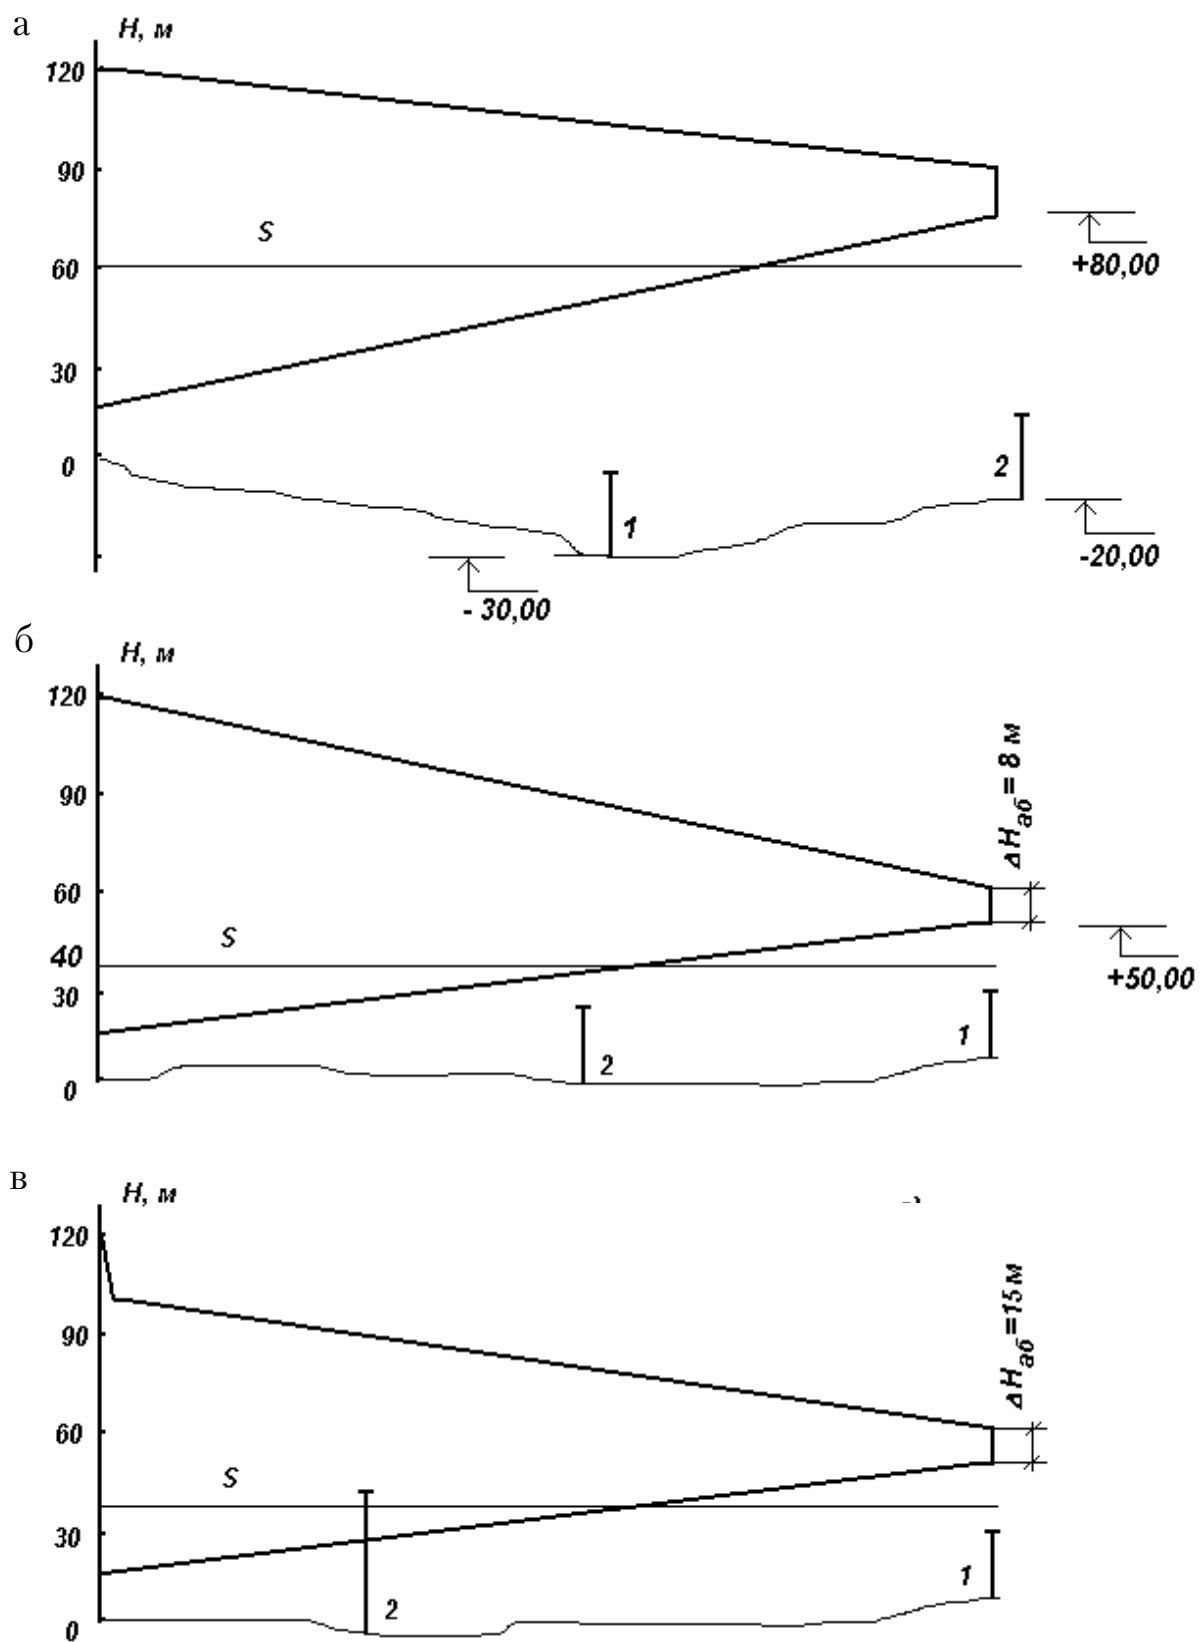

Рис. 66
10. Какой из предлагаемых способов подсоединения потребителей систем отопления к тепловым сетям предпочтителен, как осуществляется его выбор (рис. 66)?